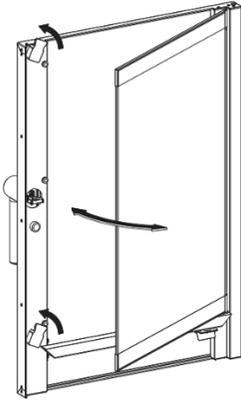

Fig. 23
- Entrouvrir la vitre intérieure (fig. 23).